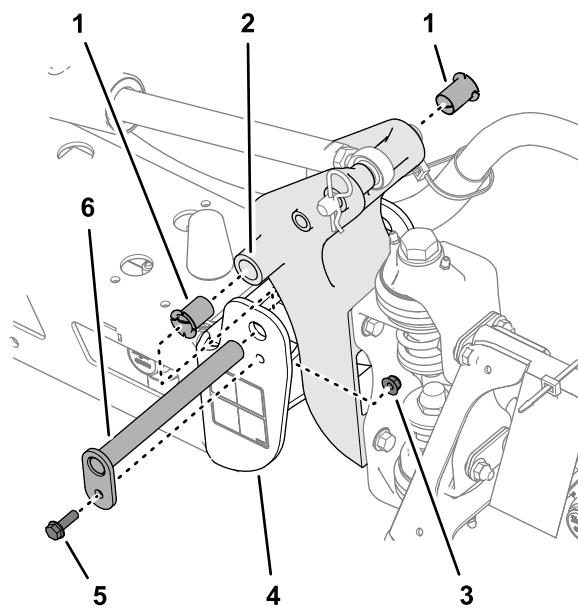

図 108
5. ナイロンブッシュを取り外し、ピボットブラケットの前面および後面側から見て点検する図 108。
6. 各ナイロンブッシュに少量のオイルを塗ってピボットブラケットに取り付ける図 108。
7. ピボットブラケットの穴を、エンドチャネルの穴に合わせる図 108。
3. ピボットピンを固定しているボルトとナットを外してピンを取り外す図 108。